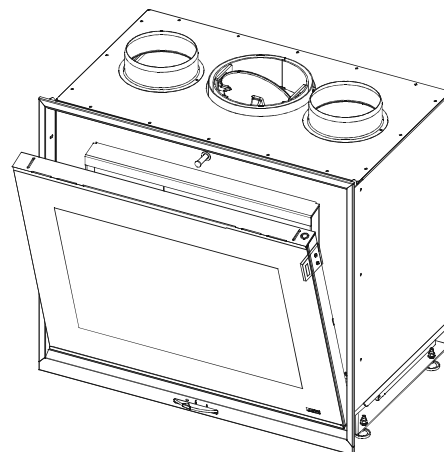

Abbildung 15 - Tür in der ersten Öffnungsstufe
- Das Papier anzünden und wenn nötig die Tür in der ersten Öffnungsstufe belassen Abb.15